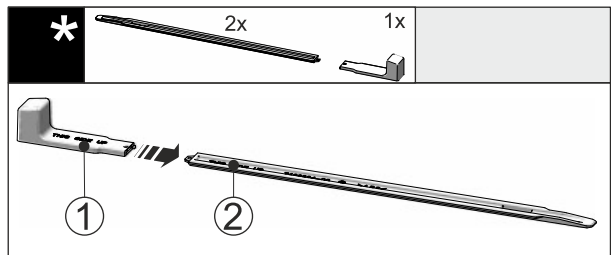

Fig. 45
- Pistke montaažikäepide Fig. 45 (1) nivelleerimissiini Fig. 45 (2) külge.